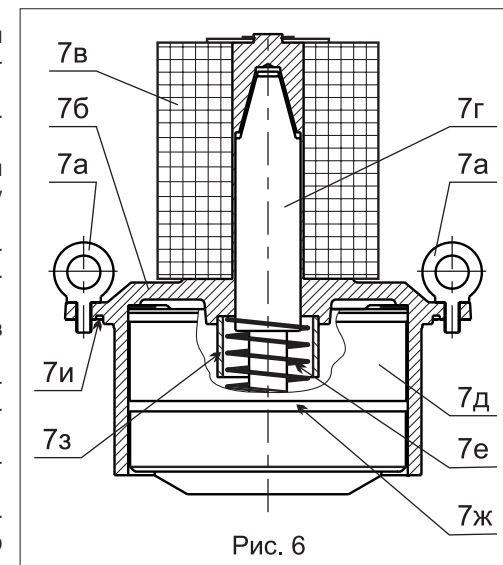
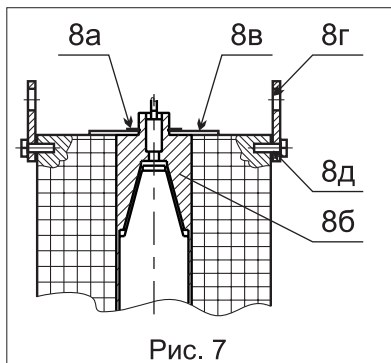

Рис. 6
Рис. 7
4.4 Электрический монтаж датчика положения производится в соответствии со схемами на рис. 6а, 6б. Выходной транзисторный ключ открывается при срабатывании клапана.
4.5.3 При необходимости демонтаж верхней части клапана производится в следующей последовательности (рис. 6):
- установите электромагнитную катушку 7в на крышку согласно рис. 7, подайте на нее напряжение от отдельного источника питания и убедитесь, что якорь с поршень притянут вверх - см. рис. 6;
4.5.4 Снятие электромагнитной катушки производите в следующей последовательности (рис. 7):